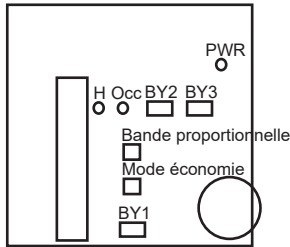

Fig 2.
Die grüne LED (PWR) zeigt an, dass der AL24A1T mit Strom versorgt wird (siehe Abb. 2). Die rote LED (H) zeigt die Heiz- bzw. Kühlfunktion an. Leuchtet die LED, ist der Regler auf Heizfunktion eingestellt. Leuchtet die LED nicht, ist der Regler auf Kühlfunktion eingestellt. Die grüne LED (Occ) zeigt die Betriebsart an. Leuchtet die LED, arbeitet der Regler im Normalbetrieb. Leuchtet die LED nicht, arbeitet der Regler im Sparbetrieb.